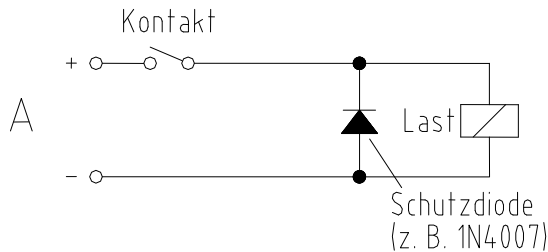

Bild 2: Kontakt - A
- a) DC-Spannung: Schutzdiode parallel zur Last, siehe Bild 2